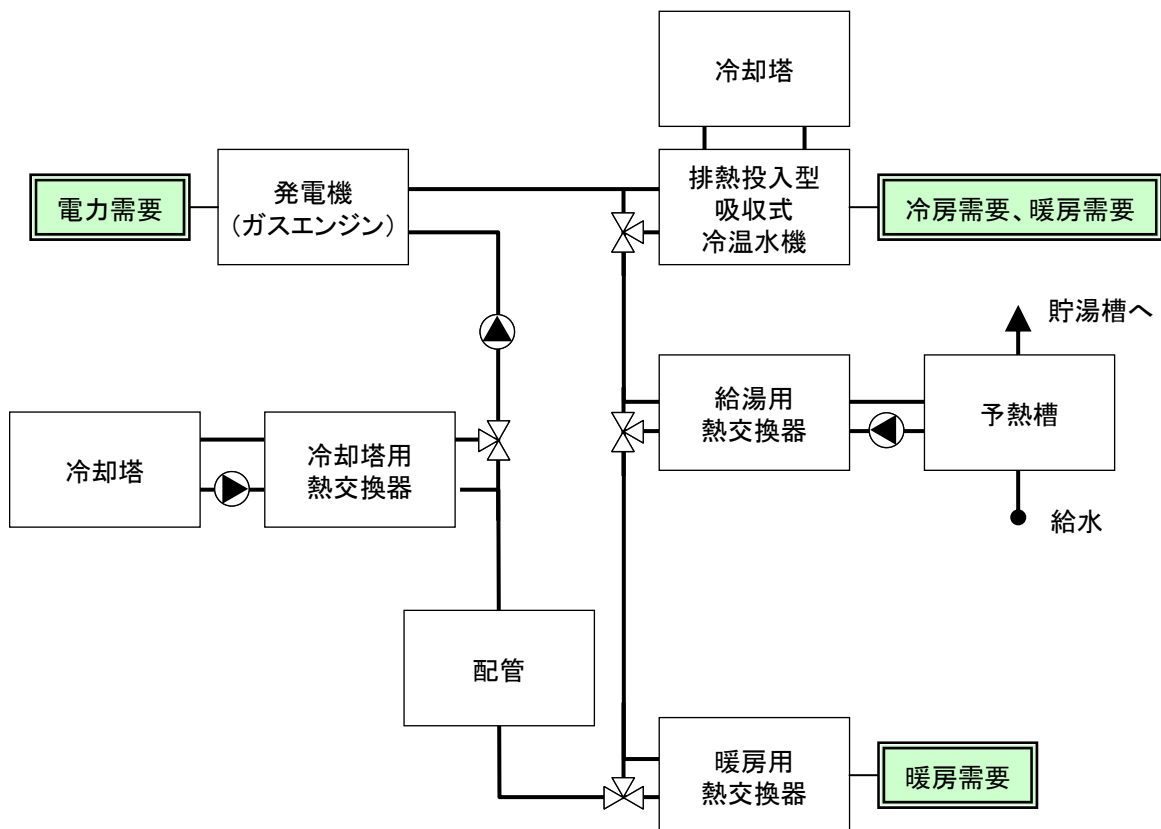

図 1 コージェネレーションシステムの基本システム
基本的なコージェネレーションシステムを図 1 に示す。排熱の利用順序は、①排熱投入型吸収式冷温水機、②給湯用熱交換器、③暖房用熱交換器とする。給湯用熱交換器で加熱された 2 次側水は、予熱槽を加熱するのに用いられる。